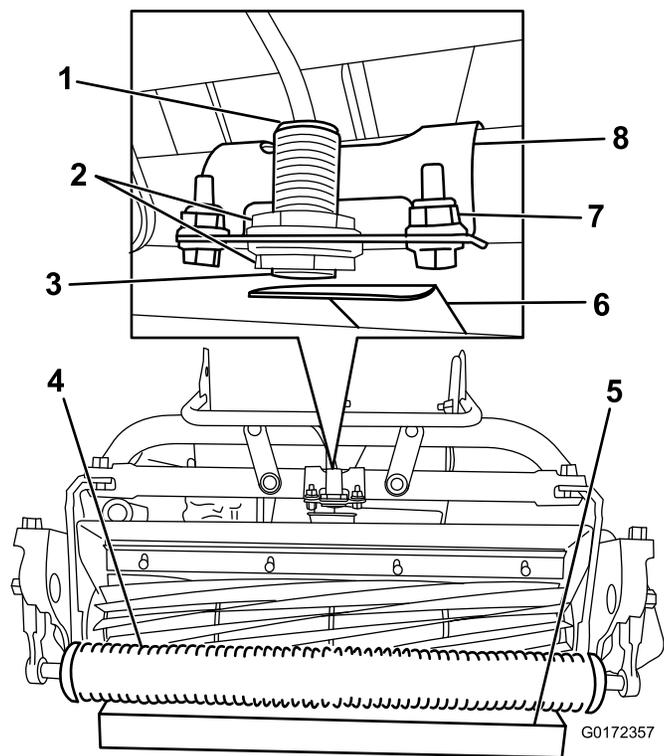

Figura 14
4. Posizionate un blocco da 3,8 cm sotto il rullo dell'apparato di taglio anteriore (Figura 14).
5. Allentate i fermi che fissano la staffa del sensore al telaio (Figura 14).
8. Ruotate la staffa del sensore verso la piastra di misurazione in modo che la luce sopra il sensore si accenda (Figura 14). Se era già accesa, allontanate dalla piastra di misurazione in modo che si spenga, quindi invertite la direzione finché non si riaccende.
2. Allentate i controdadi sul sensore e regolatelo in modo che sia visibile un filetto dopo il controdado inferiore (Figura 14).